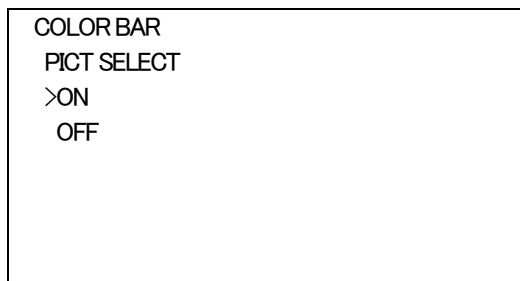

図4-5 オンスクリーンメニュー(PSEL ON/OFF例)
1) カラーバーメニューで「PICT SELECT」を選択し、**ENTER** ボタンを押すと図4-5のような設定メニューが表示されます。